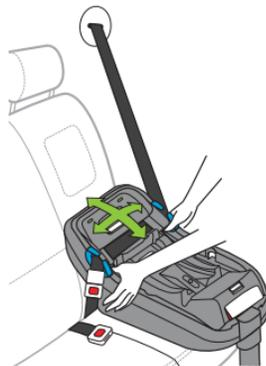

Figure 64
- Saisissez la base près des guides de ceinture de sécurité bleus, tirez la base de l'avant vers l'arrière et de gauche à droite pour vous assurer que l'installation est sécuritaire, tel qu'illustré dans la **Figure 64**. La ceinture du véhicule **DOIT** rester serrée au tour de la base et la base ne doit pas bouger de plus de 2,5 cm (1 po) dans n'importe quelle direction.